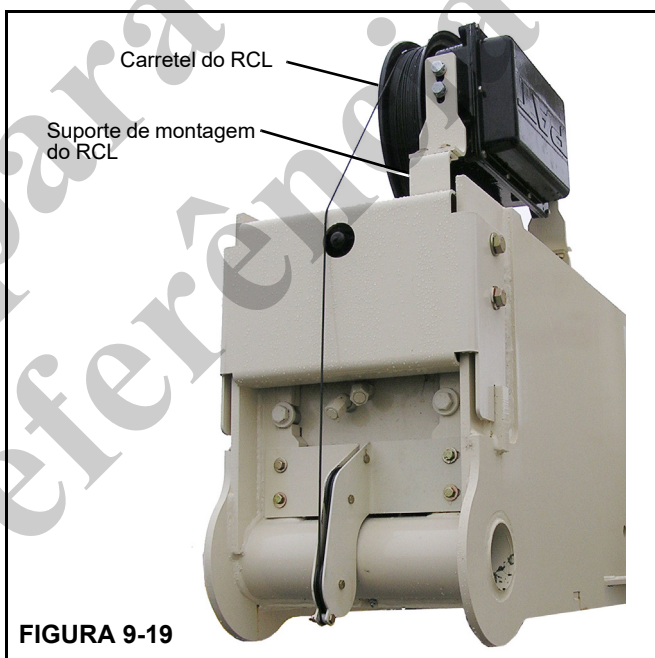

FIGURA 9-19
O guindaste é fornecido com o carretel do RCL temporariamente fixado à parte superior da lança (Figura 9-19). Para montar o carretel:
1. Remova o carretel do RCL e os suportes de montagem da parte superior da lança (Figura 9-19).